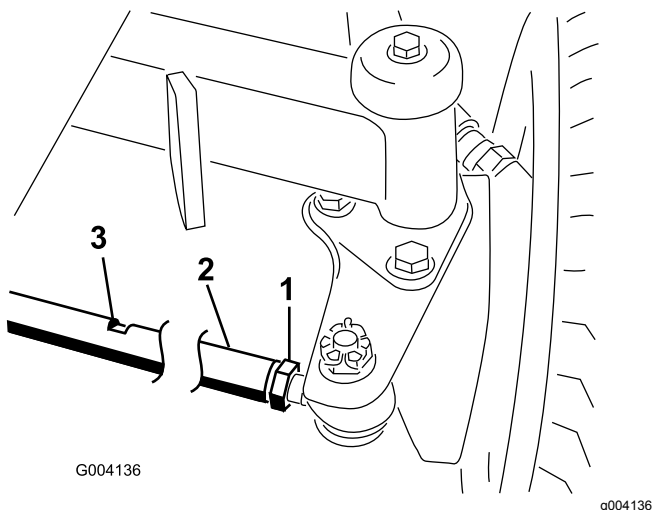

Bild 80
2. Lösen Sie die Klemmmutter an jedem Ende der Zugstange (Bild 80).